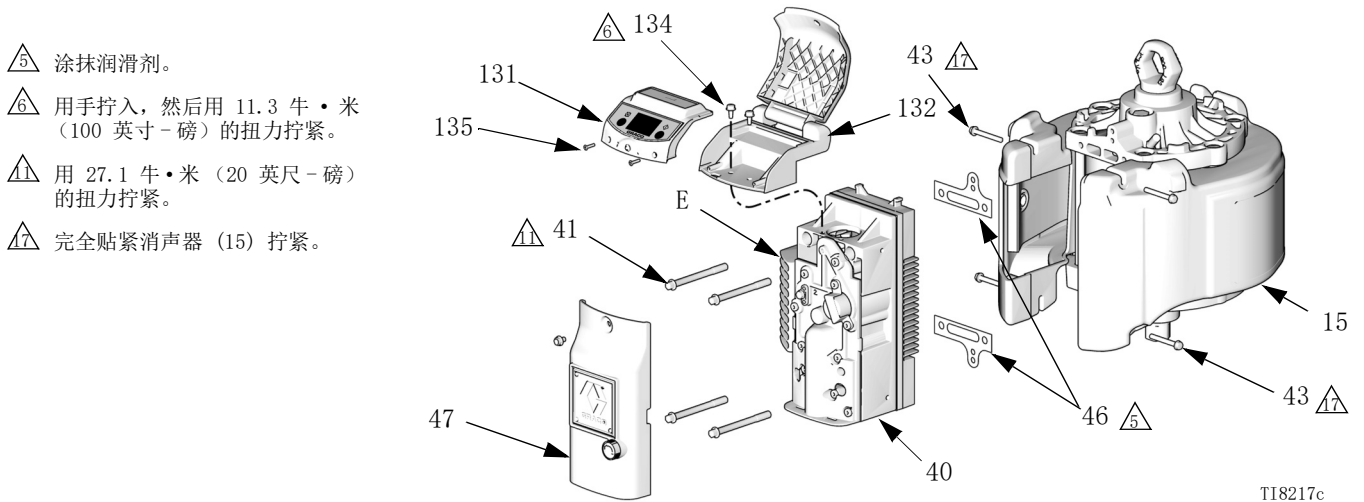

图 9: 卸下空气阀 (所示为带有 DataTrak 模块的型号)
4. 请参见图 9。卸下外阀盖 (47)。
- a. **DataTrak 型号:** 卸下两个螺丝 (135)。小心地卸下 DataTrak 模块 (131)，请参见第 14 页。断开防空打电磁阀电缆和传感器电缆与模块控制板的连接。卸下两个螺丝 (134)，小心地将外罩 (132) 从空气阀上推出。
7. 请参见图 9 (第 21 页)。给垫圈 (46) 涂上润滑脂，并确保其与空气阀 (40) 背面的孔对准。安装空气阀。安装螺丝 (41) 并用 27.1 牛·米 (20 英尺磅) 的扭力拧紧。用手拧入螺丝 (43)，然后将其完全拧紧在消声器 (15) 上。
- △ **重要信息:** 不要长时间扭曲弹簧 (S)。弹簧必须与活塞 (119) 完全贴紧以防止干扰。